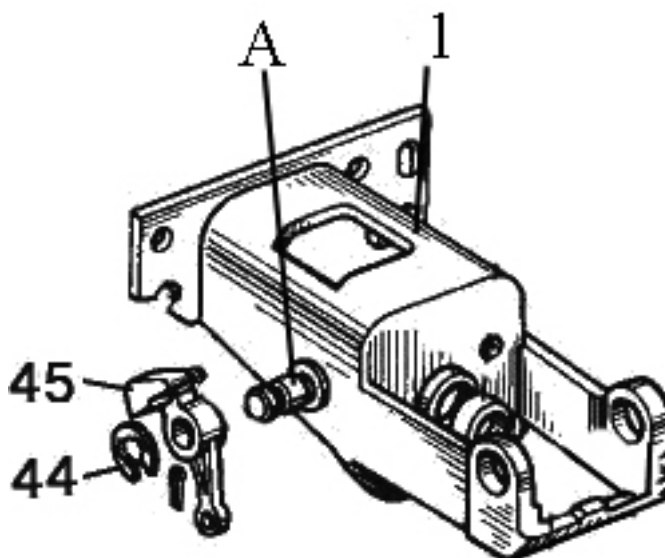

Рисунок 6.9
1) закрепите кронштейн (1) (**рисунок 6.9**) в тисках, смажьте ось (А) смазкой «Литол-24»;
2) установите фиксатор (45) на ось (А) и застопорите кольцом (44);